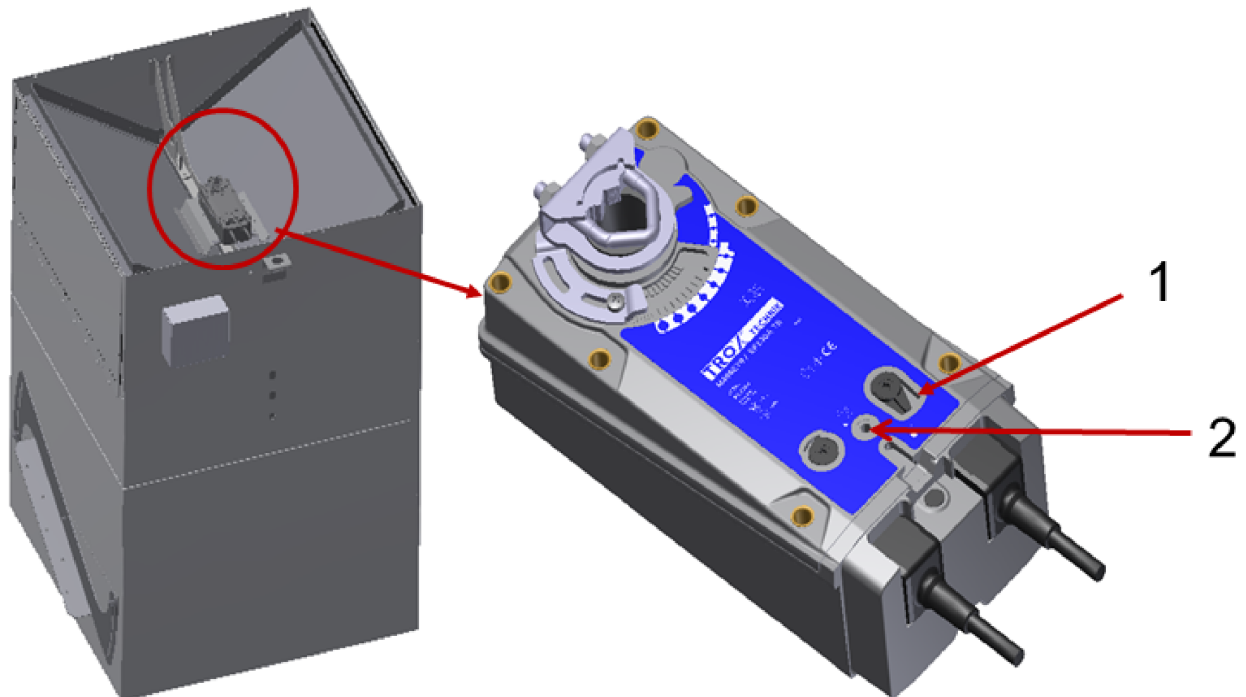

Abb. 19: Grundgehäuse mit Stellantrieb
7. ▶ Vollständiges manuelles Öffnen der Klappen mit mitgelieferter Handaufzugskurbel ( Abb. 19 /2) am Stellantrieb und Arretierung mit dem Verriegelungsschalter ( Abb. 19 /1)